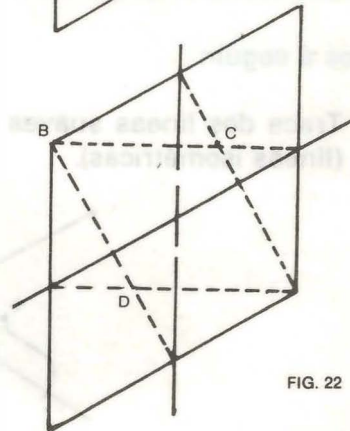

FIG. 22
- Del vértice B, lleve líneas a los puntos medios de los lados opuestos a dicho vértice C y D. Fig. 22